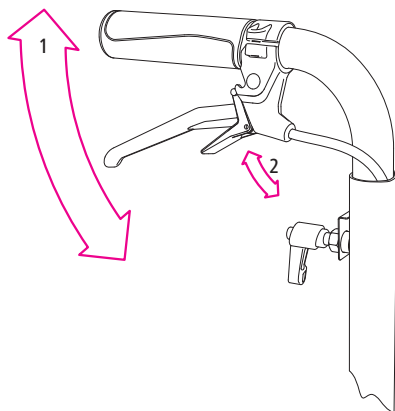

Рис.16
1. Контрольоване гальмування інвалідного візка досягається підйомом важеля гальма вгору (1, рис. 16).
2. Для паркування інвалідного візка ви можете заблокувати важіль гальма. Для цього потягніть вгору також маленький фіксуючий важіль (2, рис. 16). Він зафіксується в верхньому положенні. Якщо важіль гальма потягнути вгору, він автоматично розблокується, і гальмо знову відпуститься.